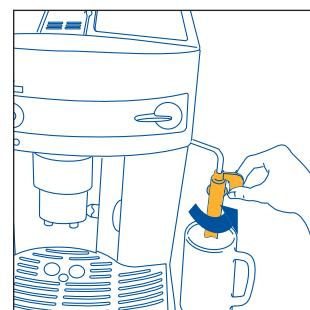
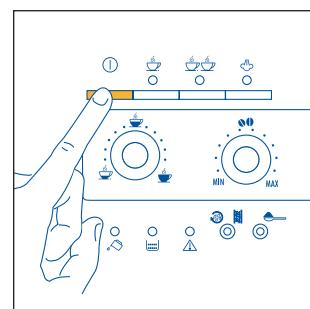

Рис. 3
Рис. 4
- Передвиньте насадку для взбивания молока наружу и поставьте под него чашку, рис. 3 и включите прибор, нажав кнопку ①, рис. 4.
- Поверните устройство для взбивания молока в направлении от кофеварки, рис. 3.
- Установите емкость под насадку для взбивания молока, рис. 3.
- Направьте насадку для взбивания молока, рис. 3, в сторону вне кофеварки.